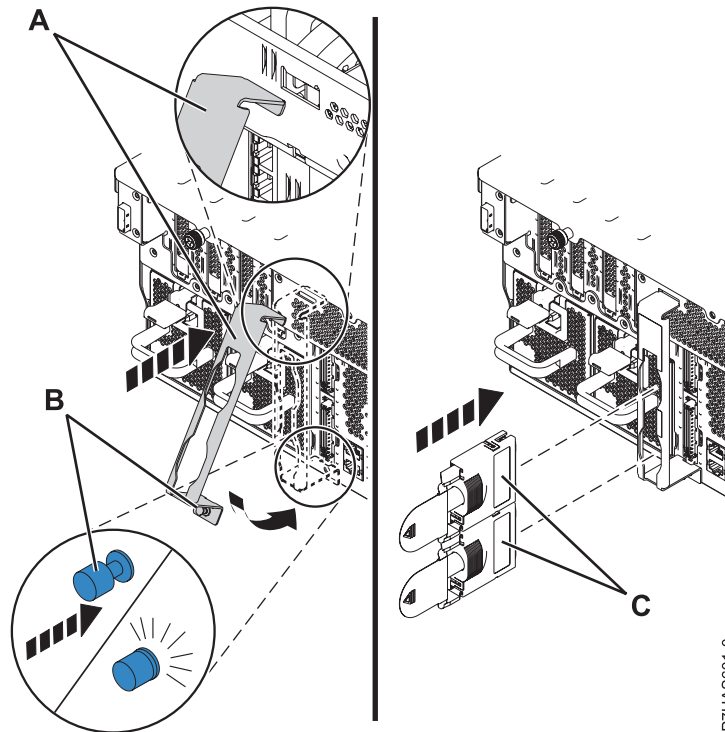

Figure 5. Installation du support de câble
- a. Installez le support de câble (**A**). Afin de bloquer la patte supérieure du support dans l'emplacement du bloc, inclinez légèrement le support de câble (voir la figure 5, à la page 6).